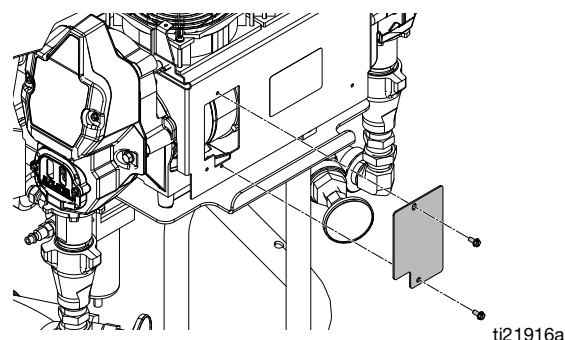

FIG. 19 Motorborstar
6. Ta bort displayens kontrollkåpa (26). Koppla bort motorkablarna enligt följande:
- a. Ta bort de två bultarna så att du kommer åt täckplåten. Se FIG. 19 på sidan 55.
- b. Ta bort de två bultarna så att du kommer åt täckplåten. Se FIG. 19 på sidan 55.